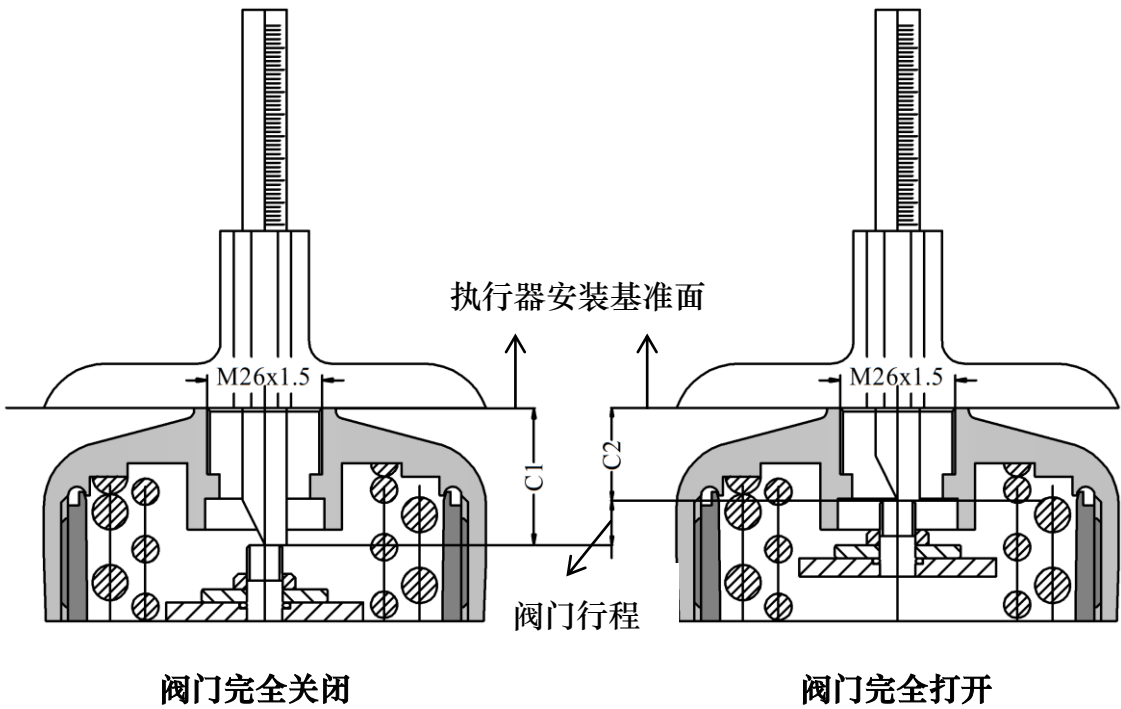

图38. C1 值和 C2 值测量
- 阀门处于完全关闭和完全打开状态时，用深度尺分别测量执行器阀杆顶端到执行器顶部安装基准面的距离 C1 值和 C2 值（图 38 中标注所示），并记录。